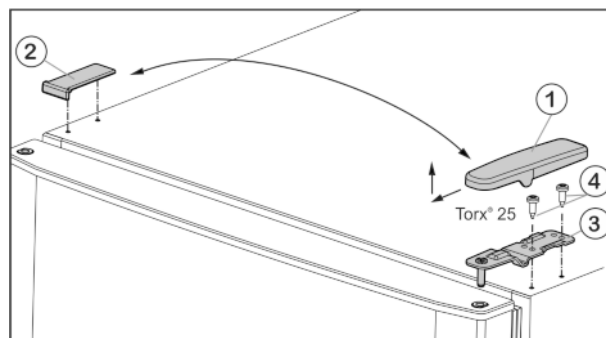

Fig. 5
- ▶ Wyjąć osłonę Fig. 5 (1) do przodu i do góry.
- ▶ Podnieść osłonę Fig. 5 (2).
- ▶ Odkręcić górną płytkę zawiasu *Fig. 5 (3)* (2 razy Torx® 25) *Fig. 5 (4)* i wyjąć ją do góry.
- ▶ Włożyć w drzwi górną płytkę zawiasu *Fig. 5 (3)* po nowej stronie zawiasów.
- ▶ Dokręcić górną płytkę zawiasu (**z siłą 4 Nm**) (2 razy Torx® 25) *Fig. 5 (4)*. Ewentualnie użyć wkrętarki akumulatorowej.
- ▶ Założyć osłonę *Fig. 5 (1)* od zewnątrz odpowiednio po przeciwległej stronie i zazębnić.
- ▶ Założyć osłonę *Fig. 5 (2)* od góry odpowiednio po przeciwległej stronie i zazębnić.